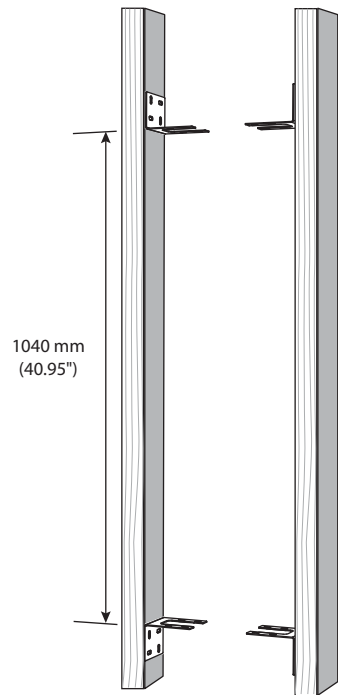

图 1 将支架安装到墙柱上
3. 将四个支架安装到墙柱上, 并确保上下支架之间的距离如图 1 所示。